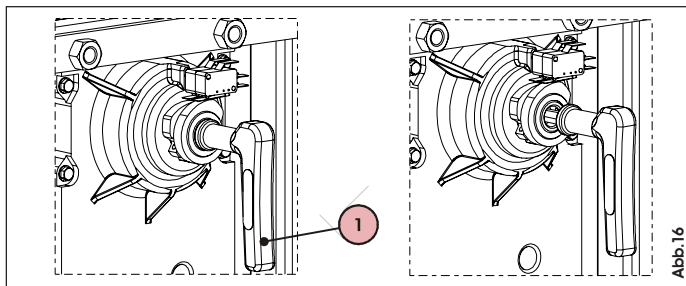

Abb.16
- Den Spezialschlüssel im Pfosten in die Entriegelungsöffnung (Abb. 16 - Bez. 1) einführen und im Gegenuhzeigersinn einige Male bis zum mechanischen Anschlag drehen.